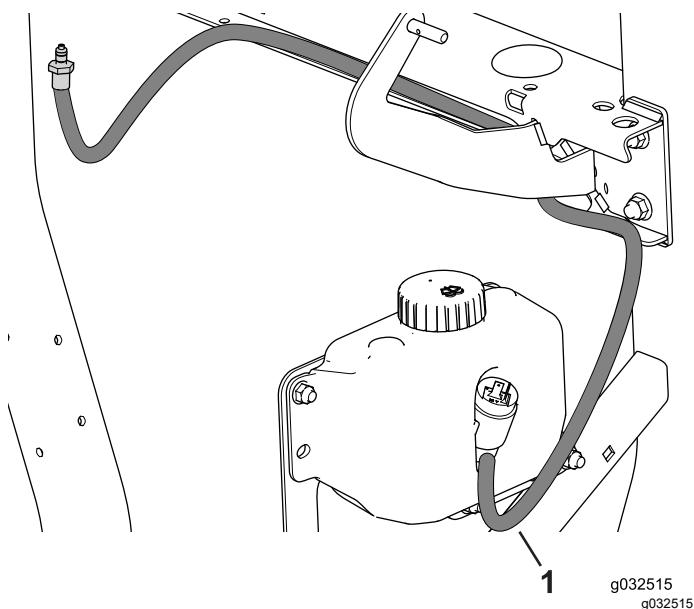

Figura 35
5. Conecte el tubo del lavaparabrisas al depósito del lavaparabrisas, y sujételo al bastidor con bridales (Figura 35).